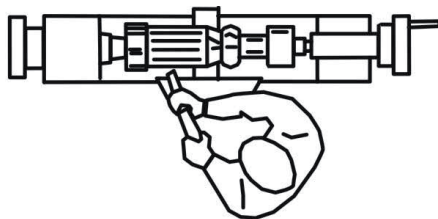

рис. 2
3.3.1 Рабочее положение оператора (рис.2):